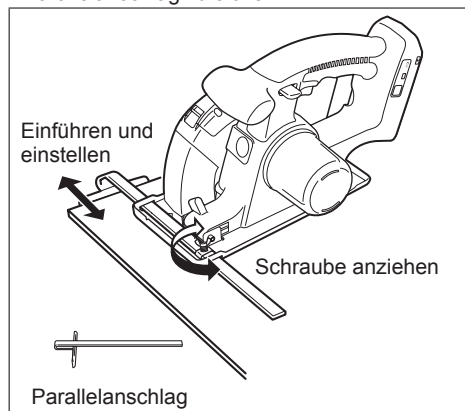

Abb. 10
- Schieben Sie den Parallelanschlag ein, und stellen Sie die Schnittbreite ein. (Siehe Abb. 10.)